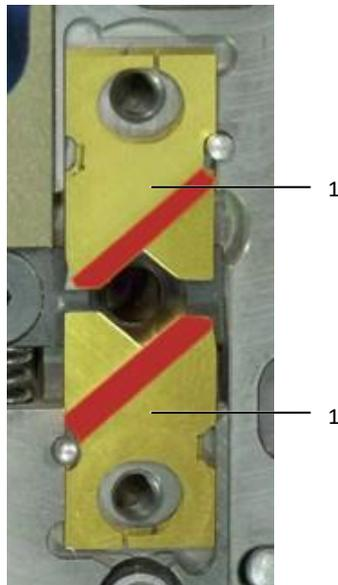

Abb. 31: Klingen einsetzen
- Legen Sie jedes Klinsenpaar so zusammen, dass die abgeschrägten Kanten (in Abb. 31 rot markiert) nach außen zeigen.